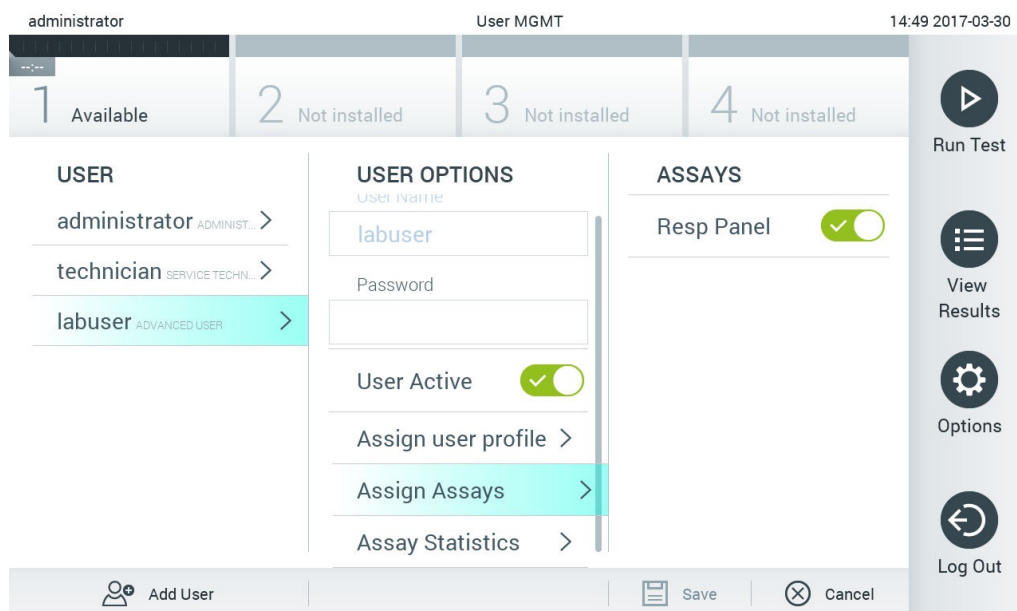

Рис. 55. Назначение тест-систем для пользователей.
- **Assign Assays** (Назначить тест-системы): Позволяет, воспользовавшись базой данных тест-систем, задать для пользователя тест-системы, которые пользователю разрешается использовать для анализа. Выберите тест-системы в списке в правой части области содержимого (рис. 55).